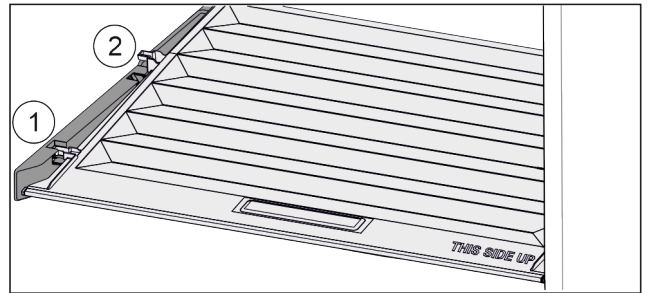

Fig. 107
- Deksel tot de opening in de vasthoud delen naar voren trekken Fig. 107 (1).
- Aan de achterkant vanaf de onderkant omhoog tillen en vanaf de bovenkant verwijderen Fig. 107 (2).